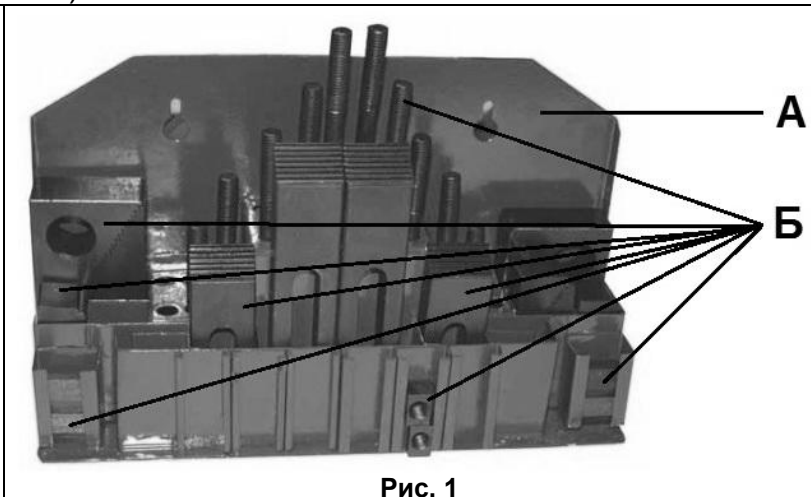

Рис. 1
2.1. В комплект поставки входит (см. Рис. 1)